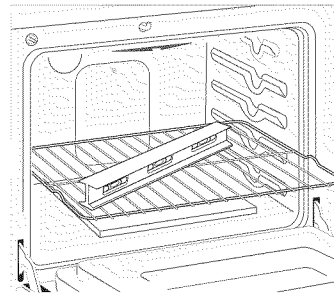

Figura 12
3. Verifique si la cocina está nivelada colocando una parrilla en el centro del horno y poniendo un nivel sobre esta (figura 12).
2. Ponga un nivel sobre la parrilla (figura 12). Tome dos lecturas con el nivel puesto diagonalmente en una dirección y después en la otra. Nivele la estufa, si es necesario, ajustando las 4 patas niveladoras con una llave de tuercas (figura 20).